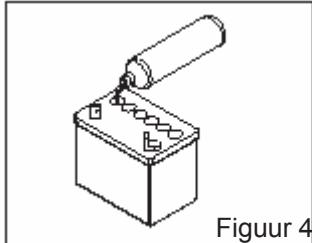

Figuur 3
3. Hef hogere delen van karton op. (Figuur 3)